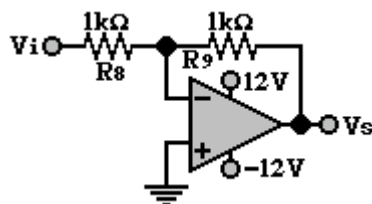

Figura 7.2
3. Arme el circuito de la figura 7.2.
5. Cambie R_9 por R_2 en el circuito de la figura 7.2. Dibujé las señales V_i y V_s en papel milimétrico anotando su amplitud, periodo y fase.